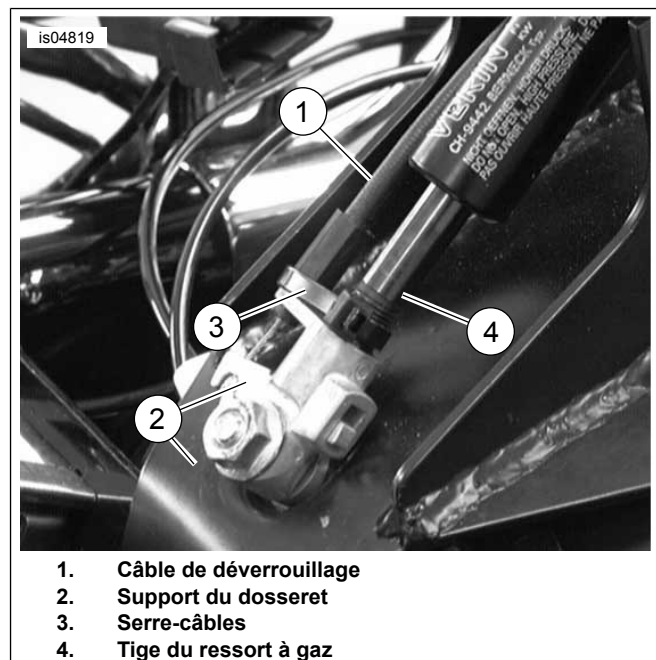

Figure 11. Fixer le câble sur le support du dossieret
19. Voir Figure 11 . Fixer le câble de déverrouillage (1) sur le support de fixation du dossier (2) comme indiqué.
20. Fixer soigneusement le câble sur la tige du ressort à gaz (4) à l'aide de la sangle de câble fournie (3). Éviter de trop serrer la sangle de câbles (3).